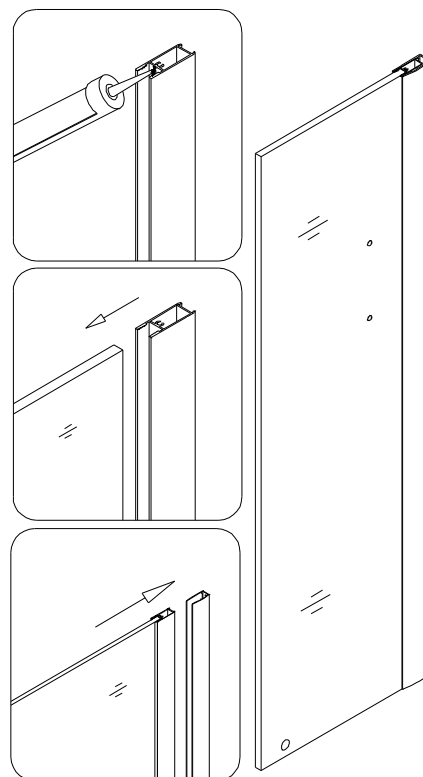

Рис. 17
Наденьте **Наружный профиль (05)** на собранное **Стационарное стекло с Внутренним профилем**. Рис. 17